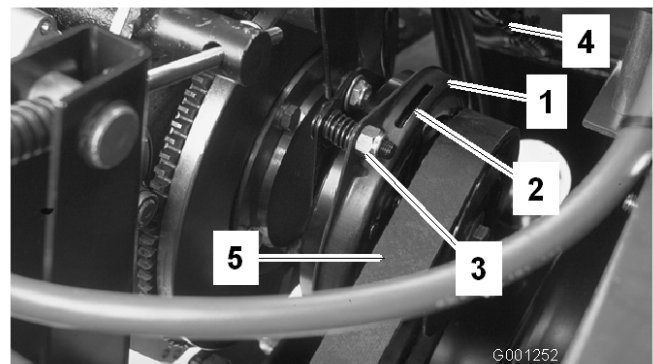

Bild 64
- Schließen Sie den elektrischen Anschluss der Kupplung ab (Bild 64).
- Stellen Sie den Abstand so ein, dass eine 0,015 Zoll Fühlerlehre mit leichtem Druck zwischen die Kupplungsauskleidung und die Bremsscheibe passt (Bild 64). Sie können den Abstand verringern, indem Sie die Einstellmutter nach rechts drehen (Bild 64). Der maximale Betriebsabstand beträgt 0,8 mm.